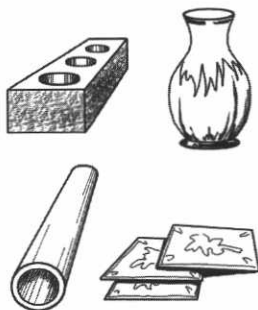

Рис. 56. Керамические изделия
**Керамика.** Кирпич, кафель, глиняная, фаянсовая посуда, осколки древнегреческой амфоры — все это керамика (от греческого «керамон» — глина). Сырьем для производства керамических изделий являются глина и минеральные добавки. Глина состоит из мельчайших кристаллов минерала каолинита  $\text{Al}_2\text{O}_3 \cdot 2\text{SiO}_2 \cdot 2\text{H}_2\text{O}$ . Процесс изготовления керамики сводится к следующему: подготовка сырья, формовка, сушка, обжиг. При подготовке сырья глину смешивают с водой. При этом образуется тестообразная масса, способная сохранять приданную ей форму. После сушки и обжига изделие приобретает камневидное состояние. Керамическое производство развивается в трех направлениях: строительная керамика, керамика для быта, техническая керамика (рис. 56).